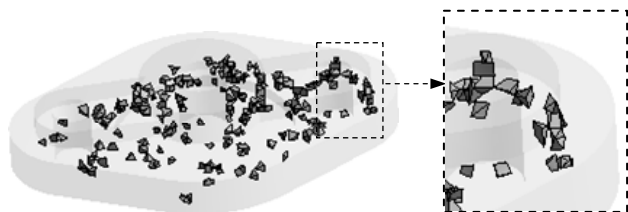

图 5.4.6 四棱锥单元
- ◆ Pyr13 图例：表示 13 单元节点的四棱锥单元，单击图表中对应颜色的柱状图，在图形区显示所有的四棱锥单元，如图 5.4.6 所示。